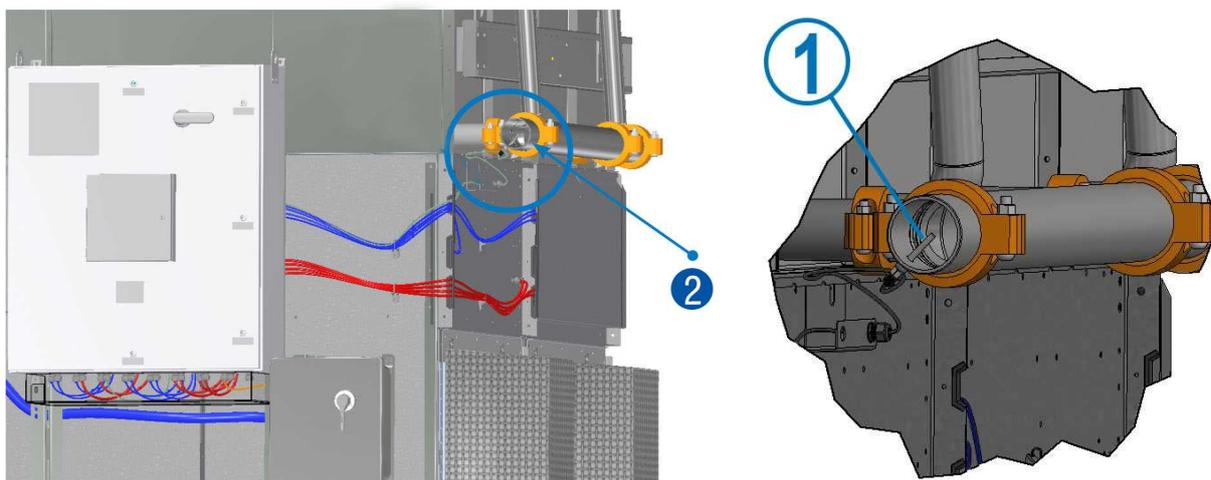

Fig. 22 - 23
- Installare l'uscita di collegamento con la porta del sensore di temperatura fluido di processo in uscita orientata a 45° verso l'unità. Far passare il filo attraverso la presa del cavo e le staffe. Installare la staffa quando necessario. Questo filo sarà guidato attraverso lo stesso percorso del filo di comunicazione con il ventilatore e indietro verso il pannello del sistema di controllo iPilot®. Vedere le Figure 22 e 23.